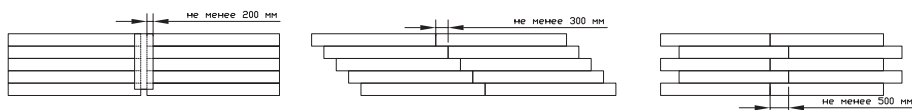

Рисунок 9 Способы раскладки полотен на кровле
- 13) Варианты раскладки полотен на кровле на рис. 9;